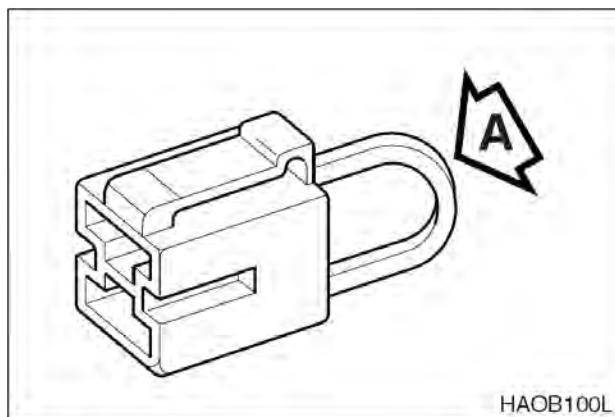

Рис. 98
Если двигатель не заводится, следует сначала убедиться, что стартер находится во включенном положении (ON) и в наличии питание (при отсутствии никакие индикаторы не горят). Убедиться, что часть А (рис. 98) плавкого соединения не повреждена и не перегорела. Заменить плавкое соединение в случае повреждения и выяснить причину.